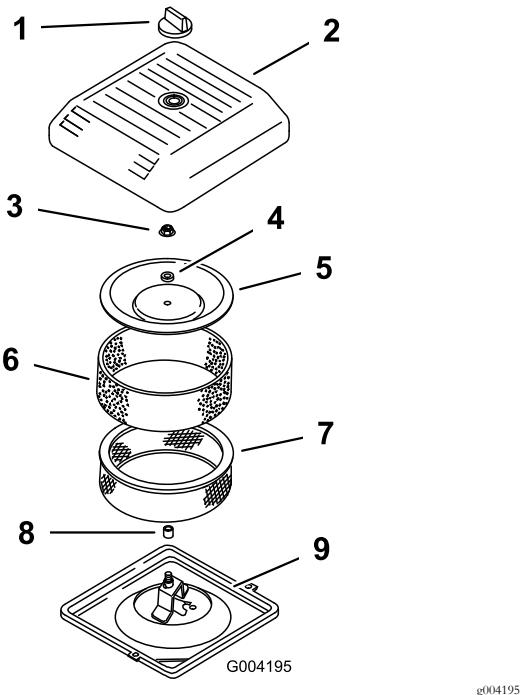

Bild 43
3. Schrauben Sie das Handrad ab und entfernen Sie die Luftfilterabdeckung (Bild 43).
4. Schieben Sie den Schaumvorfilter vorsichtig vom Papiereinsatz herunter (Bild 43).
5. Schrauben Sie die Abdeckungsmutter ab und nehmen Sie die Abdeckung und den Papiereinsatz ab (Bild 43).
2. Schieben Sie den Luftfilter auf das Luftfilterunterteil (Bild 43).
- Setzen Sie die Abdeckung und das Distanzstück auf und befestigen Sie sie mit der Flügelmutter (Bild 43). Ziehen Sie die Mutter auf 11 N m an.
- Setzen Sie die Luftfilterabdeckung ein und befestigen Sie sie mit dem Handrad (Bild 43).